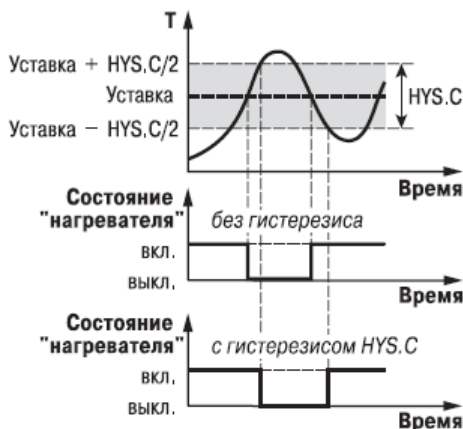

Рисунок 3.7 - Принцип работы Двухпозиционного регулятора
- «1» (100 %) - «нагреватель» включен. Двухпозиционный регулятор включает «нагреватель» при значениях регулируемой величины T , меньших Уставки, и выключает при значениях T , больших Уставки (рисунок 3.7). Так работает двухпозиционный регулятор в отсутствие гистерезиса.
Вы можете задать значение Гистерезиса двухпозиционного регулятора **HYS.C**. Тогда состояние «нагревателя» будет переключаться в тот момент, когда отклонение T от Уставки достигнет половины величины **HYS.C** (см. рисунок 3.7).